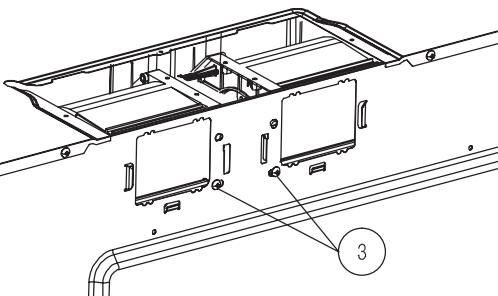

Figura 11
- Coloque el soplador en la abertura y sujételo al horno con los tornillos (3) del paso 2. Vea la Figura 11.